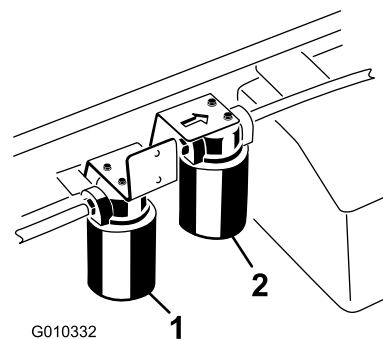

图68
3. 在过滤器下面放置一个放油盘并拆下过滤器（图68）。
1. 清洁高流量过滤器安装区周围的区域（图68）。